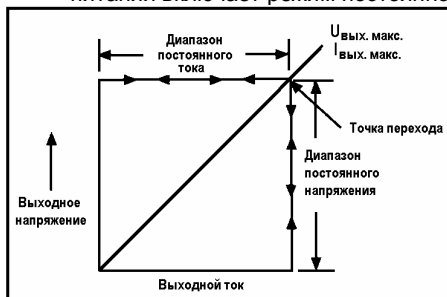

Рисунок 6.1. Вольтамперная характеристика источника
1. Источники этой серии имеют рабочую характеристику с автоматическим переключением режимов постоянное напряжение/постоянный ток. Это позволяет реализовать автоматический переход от постоянного тока к постоянному напряжению в зависимости от изменения нагрузки. Пересечение прямых постоянного напряжения и постоянного тока называют точкой переключения. Рис. 6.1. показывает взаимосвязь между этой точкой переключения и величиной нагрузки.